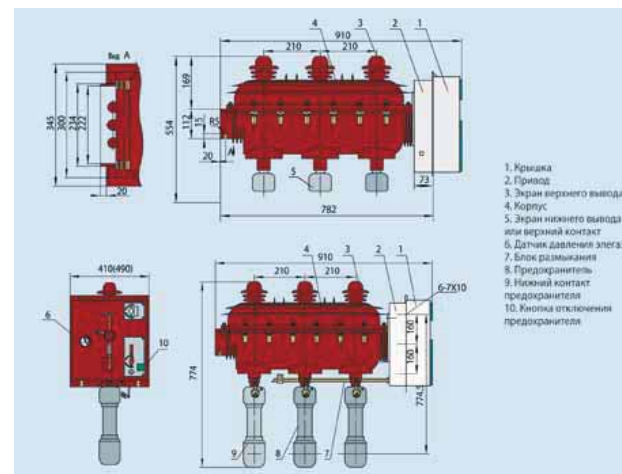

Рис. 6.1 Внешний вид и размеры выключателя
6.1 Внешний вид и схема выключателя (см. рис. 6.1)